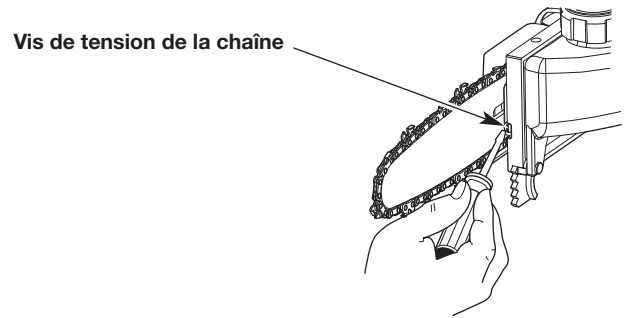
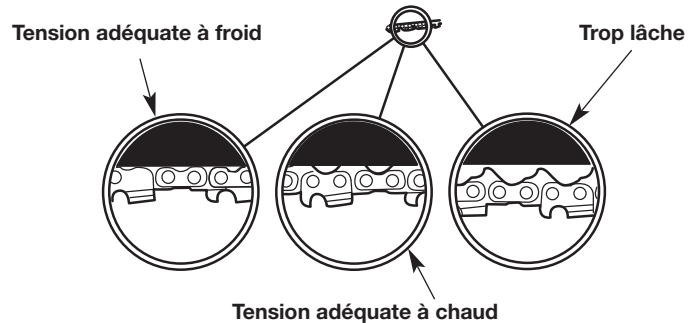

Fig. 13
Fig. 14
- Utilisez un tournevis à tête plate pour tourner à quatre (4) reprises la vis de tension de la chaîne dans le sens antihoraire (Fig. 13).
2. Tenez la pointe de la tige de guidage et utilisez un tournevis à tête plate pour visser la vis de tension de chaîne (Fig. 13). Tournez la vis dans le sens horaire pour tendre la chaîne de la scie. Tournez la vis dans le sens antihoraire pour desserrer la chaîne de la scie. En fonction de la température de la chaîne, elle doit être bien ajustée sur la tige de guidage (Fig. 14).